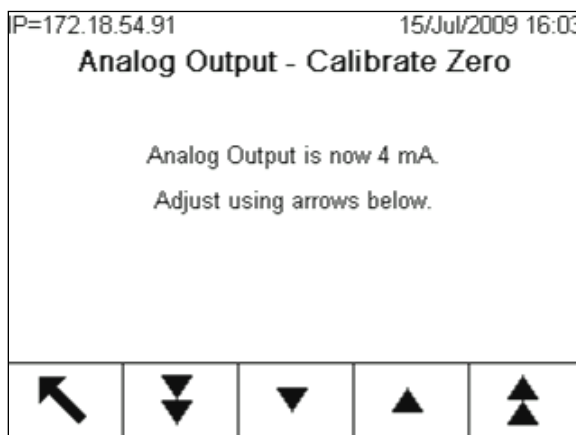

Figura 3-137: Schermata Uscita analogica - Regolazione dello zero
7. Nella schermata **Uscita analogica - Regolazione dello zero** (Figura 3-137), utilizzare i softkey per regolare il segnale dell'uscita analogica esattamente a zero sul dispositivo collegato. I softkey disponibili sono descritti nella Tabella 3-11.